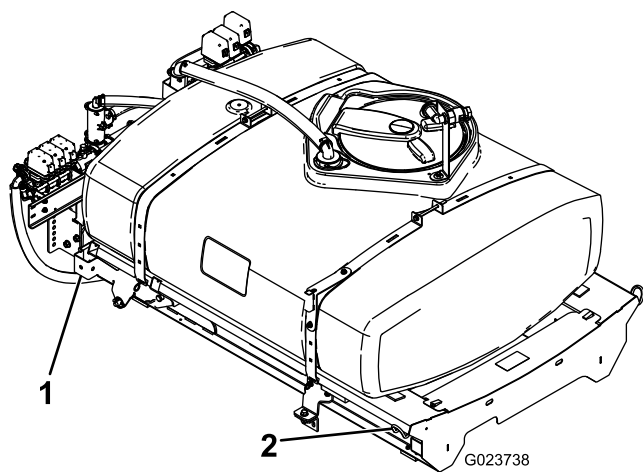

Рисунок 8
1. Используя подъемное устройство, поднимите раму бака в сборе (Рисунок 8) и расположите ее поверх рамы автомобиля так, чтобы насос и клапан в сборе были направлены назад.